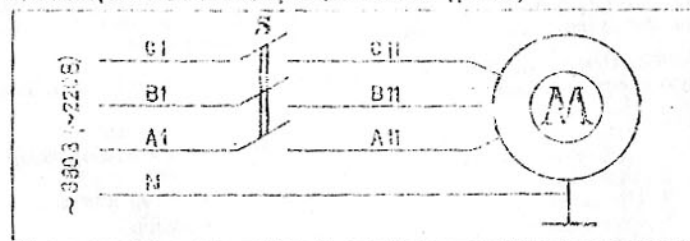

Рис. 2
5.4. Электрическая схема принципиальная (рис. 2)